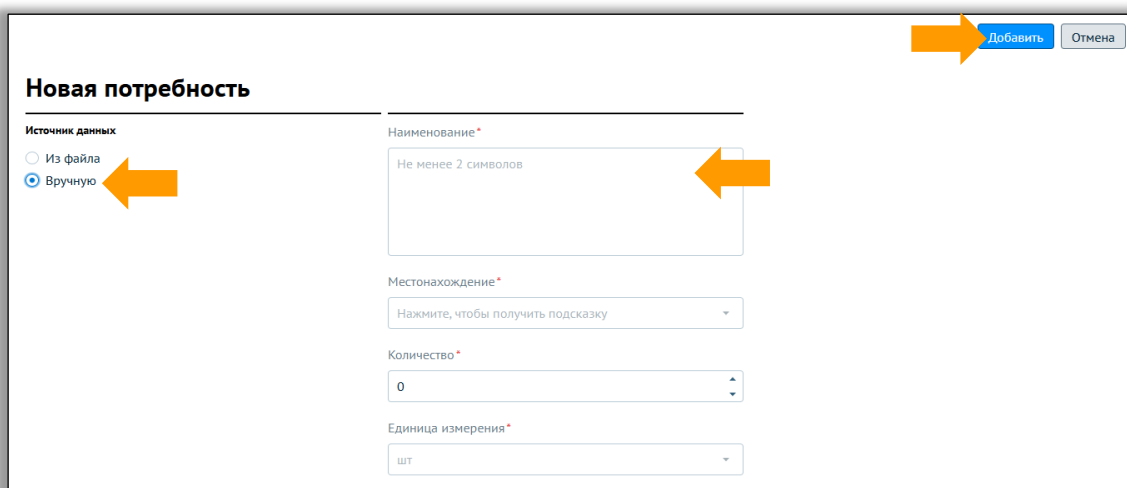

Рисунок 11 – Загрузка потребности вручную
2. «Вручную»: заполните поля и нажмите «Добавить» (Рисунок 11)